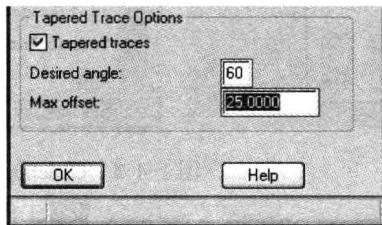

图 1-4-8 “Fillet and tapered trace” 窗口
(1) 执行菜单命令“Route”→“Gloss”→“Parameters”，在弹出的窗口中选择“Fillet and tapered trace”选项，弹出“Fillet and tapered trace”窗口，设置参数如图 1-4-8 所示。